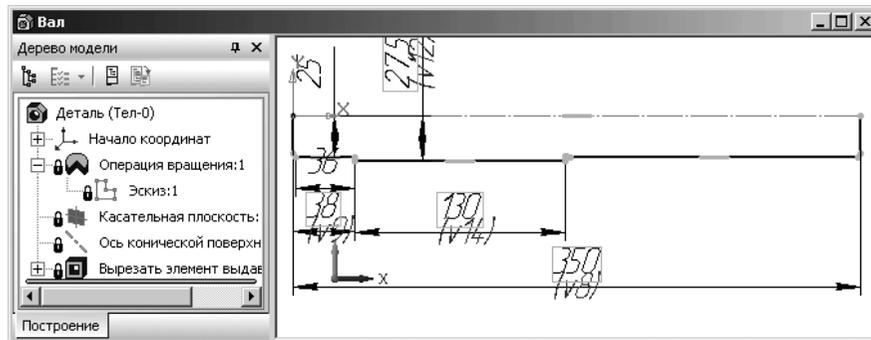

Рис. 4.92. Эскиз вращения вала
- щелкните на панели инструментов **Текущее состояние** по кнопке  **Эскиз**. Появится эскиз вращения вала рис. 4.92.